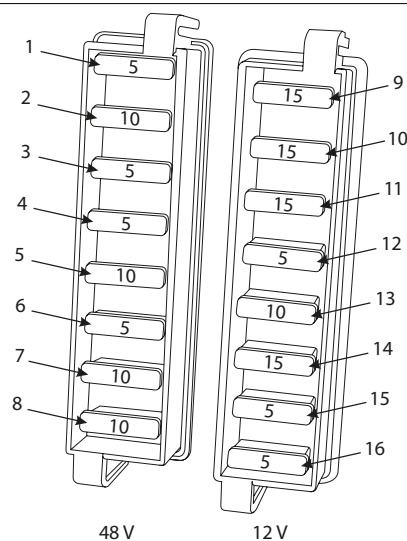

FIG. 45
- 1) Fjern dækslet på højre side af maskinen (Se FIG. 45).